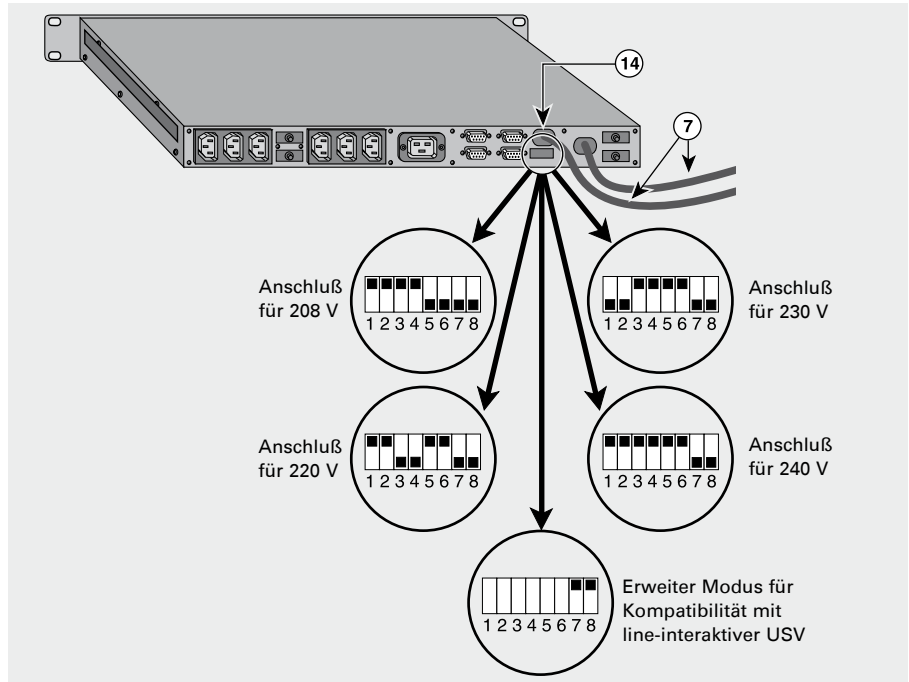

Abb. 3
Werkseitig ist **STS 16** für 230V eingestellt. Falls notwendig, kann eine Anpassung (208 V, 220 V, 230 V oder 240 V) mit den Spannungswahlschaltern (14) vorgenommen werden (siehe Abb. 3). Für den Fall von elektrischen Störungen wird **STS** durch den Schutzschalter (15) in jeder der beiden Einspeisungen geschützt.